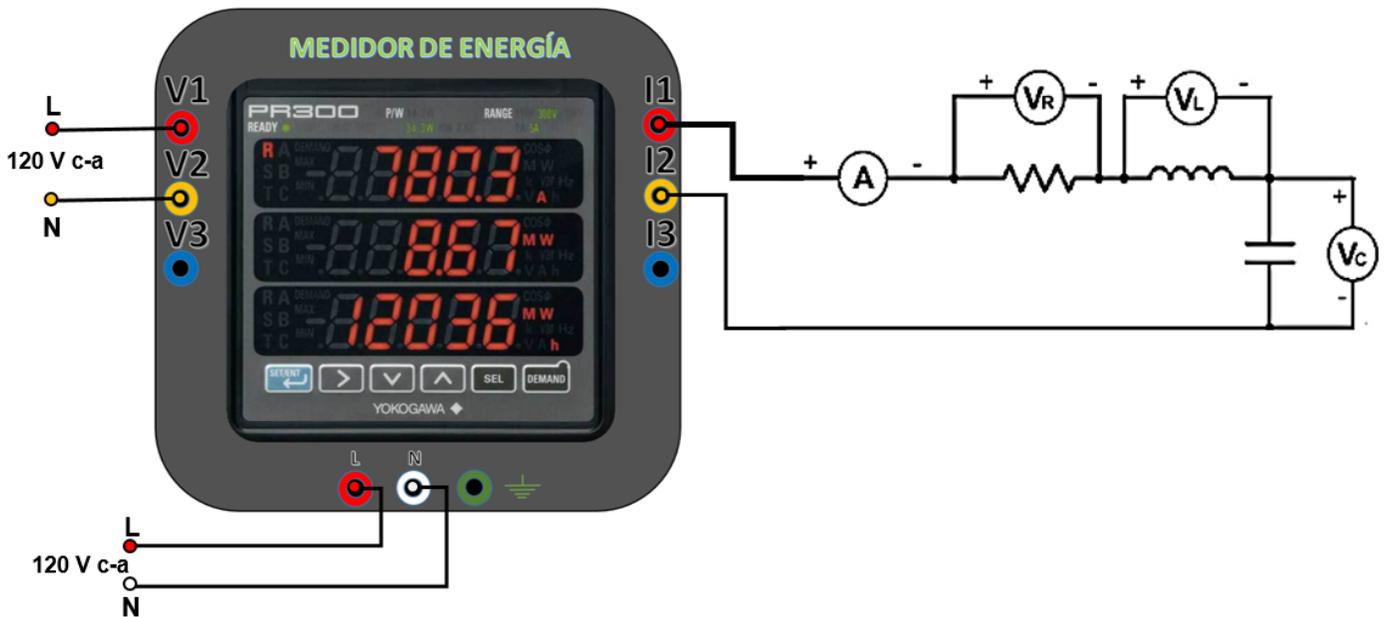

Figura 8.2
8.1. Arme el circuito mostrado en la figura 8.2.